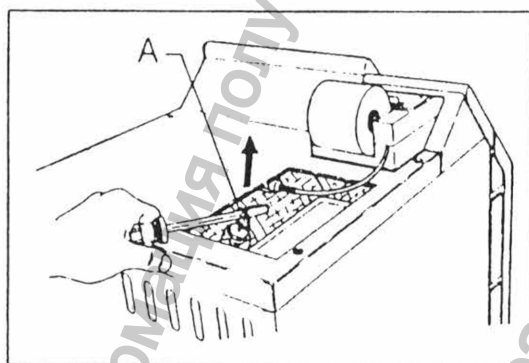

Рис. 5. Проверка предохранительного клапана на сброс пара
б) **Проверка технического состояния предохранительного клапана** - должна проводиться специалистом. Клапан находится под кожухом стерилизатора в верхней части рабочей камеры. В верхней части аппарата для осмотра клапана имеется также прямоугольное отверстие. Доступ к клапану открывается после снятия крышки (см. рис. 5). Последовательность действий при проверке технического состояния предохранительного клапана:
- проверку клапана можно производить, когда давление в рабочей камере превысит 186 кПа (1,90 кг/см²). Снимите крышку клапана, расположенную в верхней части кожуха аппарата. Пропустите отвертку или какой-нибудь стержень через кольцо клапана (см. рис. 5). Подайте клапан вправо так, чтобы он оставался открытым примерно в течение 3 сек. Пар должен свободно выходить через отверстие в нижней части стерилизатора: